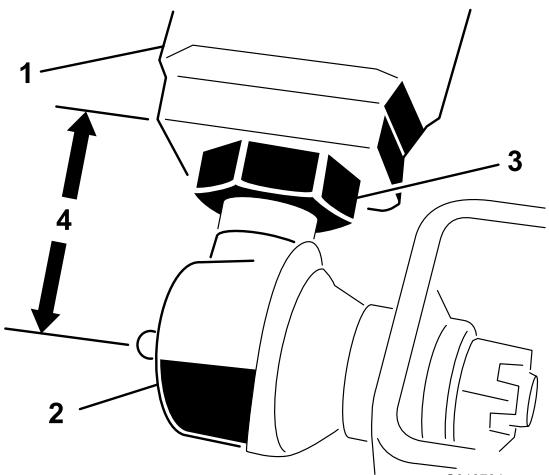

Bild 6
2. Messen Sie den Abstand vom Ende jedes Hubarms bis zur Mitte des Kugelgelenks (Schmiernippel). Der Abstand sollte ungefähr 57 mm betragen (**Bild 6**).